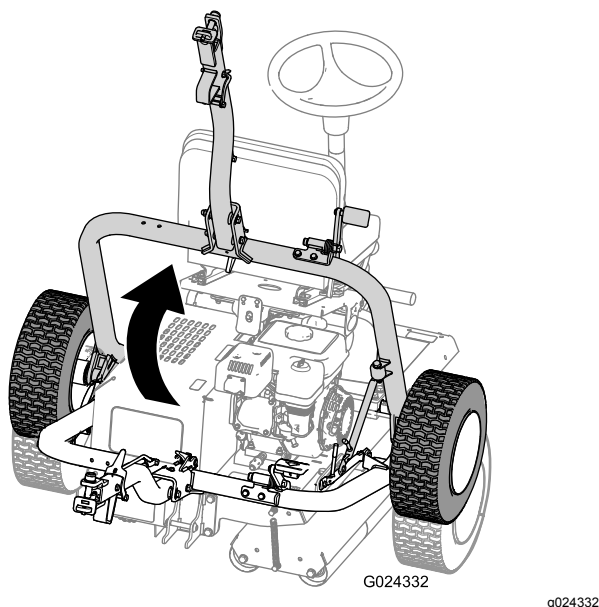

Figura 28
D. Levante la barra de tracción (Figura 28) hasta que la palanca de cierre se bloquee en la muesca de la guía (Figura 24).